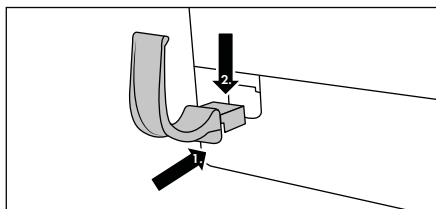

Fig. 1
- ◆ Insira o suporte de mangueira 16 na abertura do aparelho e deslize-o para baixo até encaixar firmemente (ver fig. 1).